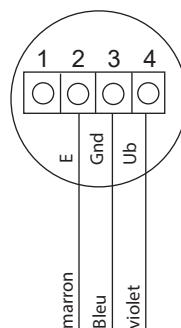

Fig. 13
2. Serrez la sonde sur les bornes de la carte sonde selon la figure 13.